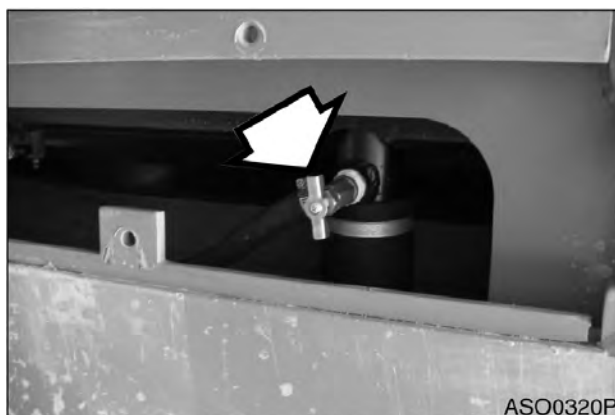

Рис. 72
2. Поставить под радиатор емкость и открыть сливной кран (рис. 72).